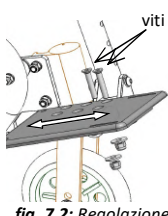

fig. 7.2: Regolazione profondità
- **Regolazione profondità del poggiapiedi** (fig. 7.2):